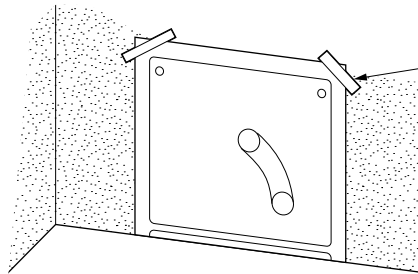

Figura 4
1. Para una instalación estándar use la plantilla que viene con el Calefactor, para hacer el orificio de salida del caño. Ponga la plantilla en la pared en la posición deseada, sujetandola con papal engomado (ver Figura 4).